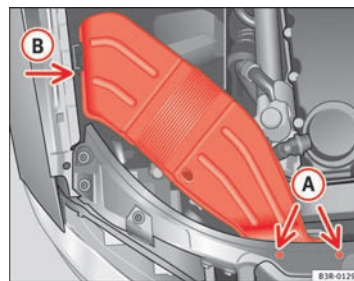

Fig. 204 Conduit d'air, côté droit du véhicule
- Dévissez les vis **A** ⇒ fig. 204.